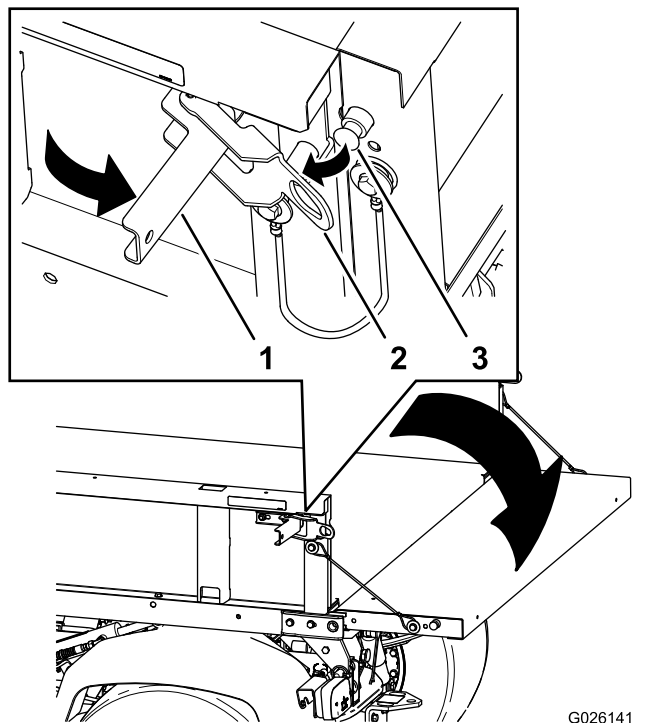

Figure 13
- Ouvrez les verrous sur les côtés droit et gauche du plateau de chargement et abaissez le hayon (Figure 13).